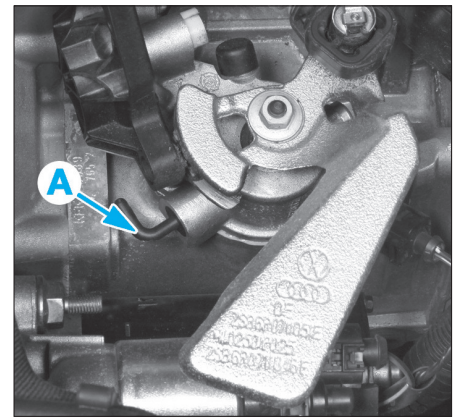

FIG. 31
- Déposer l'ensemble du boîtier de filtre à air afin d'avoir accès à la tige (A) (Fig.31).